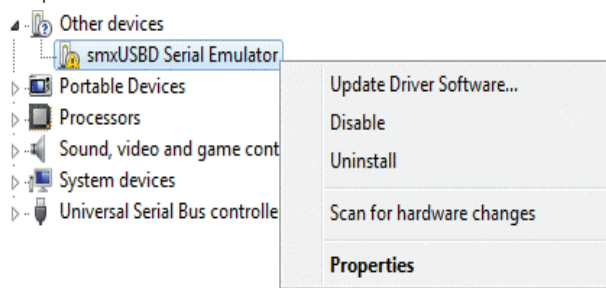

Figura 80 Gestione periferiche di Windows 7
3. In **Altri dispositivi** fare clic con il pulsante destro **emulatore seriale susmxUSB** e selezionare **Aggiorna il software del driver** (Figura 80).